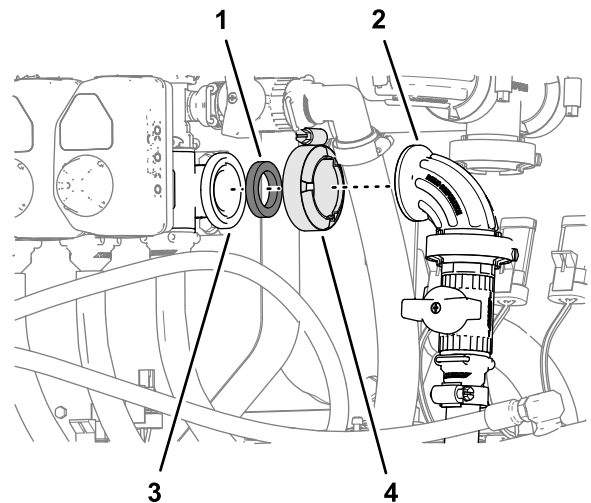

Bild 139
4. Montieren Sie das 90°-Anschlussstück des Abstellventils für den optionalen Handsprühstab oder die elektrische Schlauchtrommel mit der Flanschklemme und der Dichtung, die Sie in Schritt 1 entfernt haben, am Flansch des Düsenventils 10 und ziehen Sie die Klemme mit der Hand an (Bild 139).